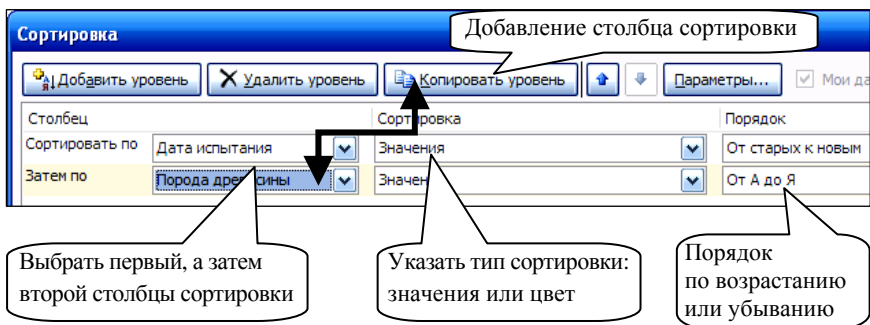

Рис. 6.6. Диалоговое окно сортировки данных
3. В диалоговом окне *Сортировка* выбрать поле, по которому будет происходить сортировка; тип сортировки (по значению, цвет ячейки, цвет шрифта, значок ячейки) и порядок (по возрастанию, убыванию, настраиваемый) (рис. 6.6).